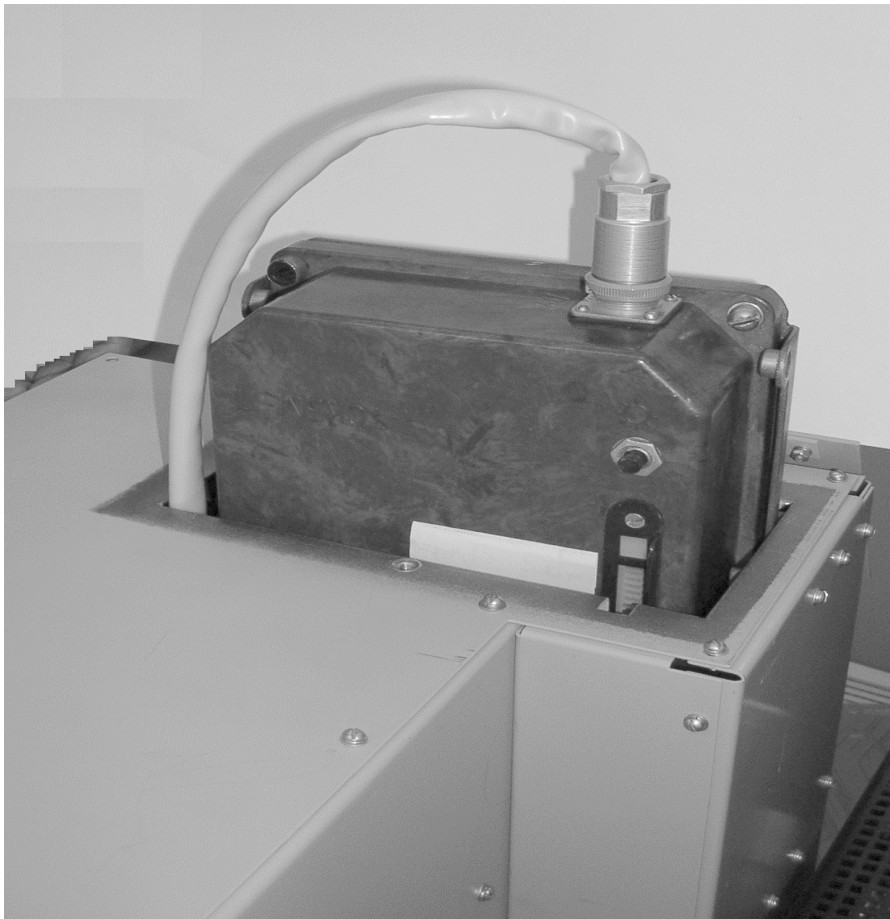

Рисунок 2.5 - Установка прибора ТСКБМ-П в экранированный отсек блока ТС-ТСКБМ.
2) Установите прибор ТСКБМ-П в экранированный отсек блока ТС-ТСКБМ и подключите его к кабелю П отсека, см. рисунок 2.5. Дверца экранированного отсека закрывается и запирается.